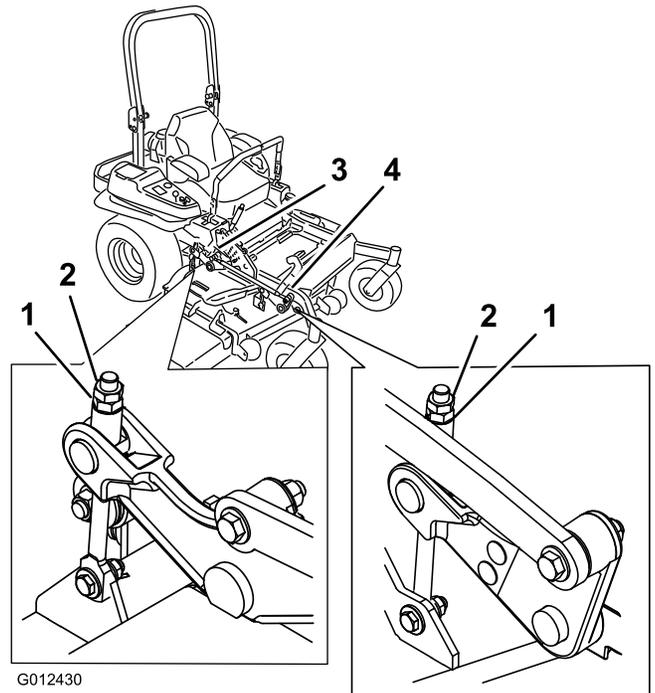

Figure 93
10. Ajustez précisément le serrage de l'écrou de réglage sur l'ensemble de relevage du plateau avant (Figure 93).
16. Ajustez précisément le serrage de l'écrou de réglage sur l'ensemble de relevage du plateau avant (Figure 93).